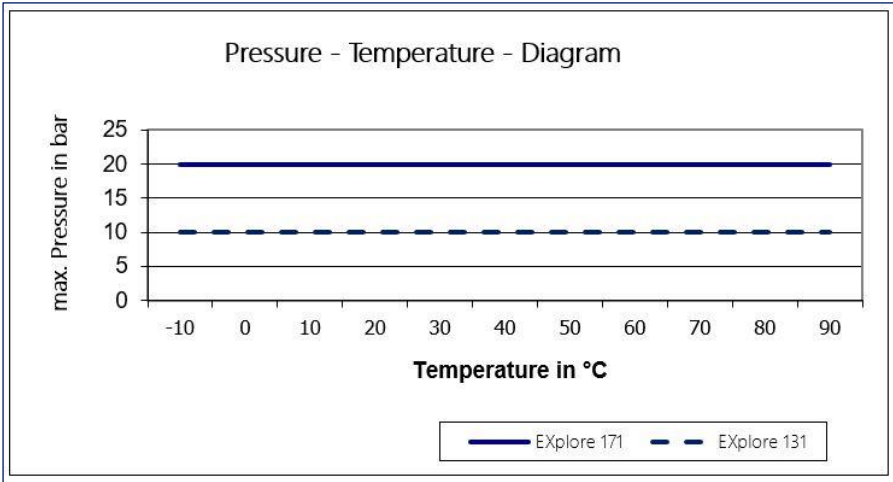

Abb. 2: Druck-Temperatur-Diagramme EXplore
4. Teilstücke zwischen den 4 Punkten schweißen (Abb. 2, unten)